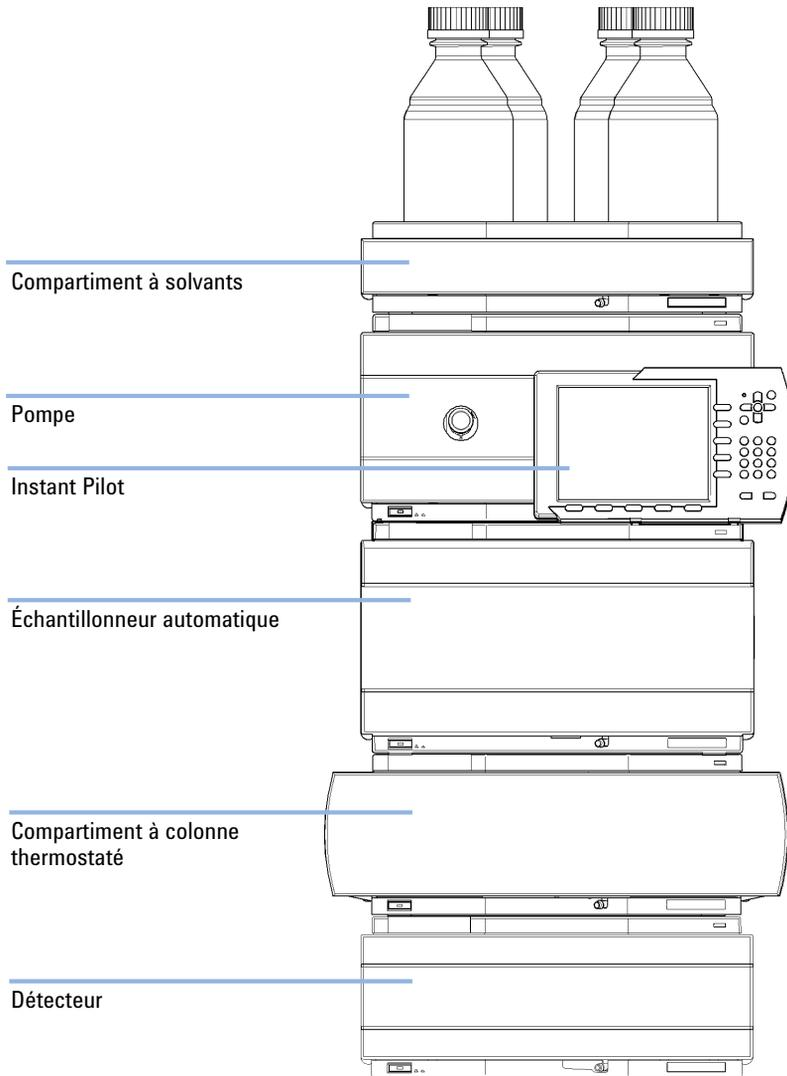
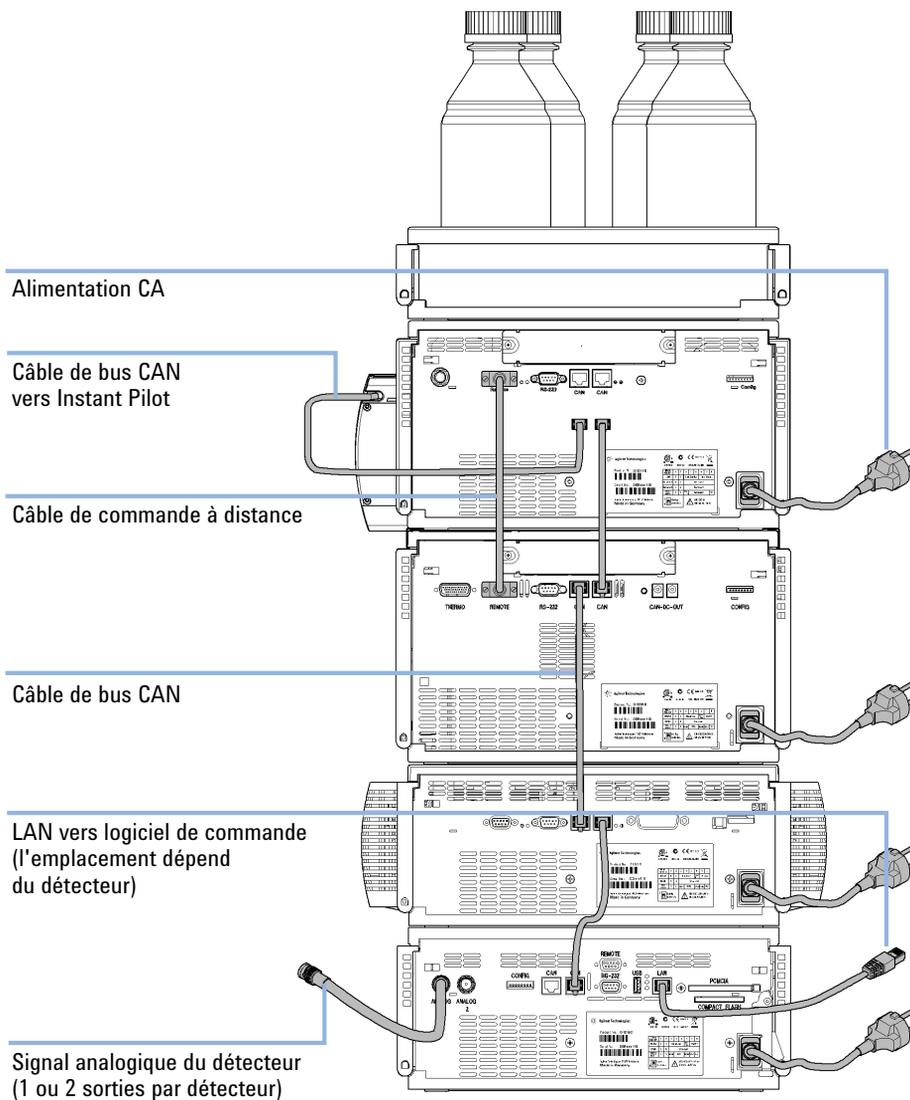

Figure 6 Configuration de pile recommandée pour le système 1260 Infinity (vue avant)
Figure 7 Configuration de pile recommandée pour le système 1260 Infinity (vue arrière)
Une performance optimale est garantie en installant les modules du système CPL Agilent 1260 Infinity dans la configuration suivante (voir Figure 6, page 37 et Figure 7, page 38). Cette configuration optimise le trajet des liquides pour un volume mort minimum et réduit l'encombrement.
- 1 Placez chaque module selon la configuration illustrée sur la figure Figure 6, page 37.
- 4 Branchez le câble CAN dans le connecteur CAN du module suivant ; voir Figure 7, page 38.
- 1 Placez le dégazeur à vide dans la pile de modules comme indiqué dans la figure Figure 6, page 37.
- 5 Branchez le câble APG dans le connecteur de la commande à distance APG ; voir Figure 7, page 38.